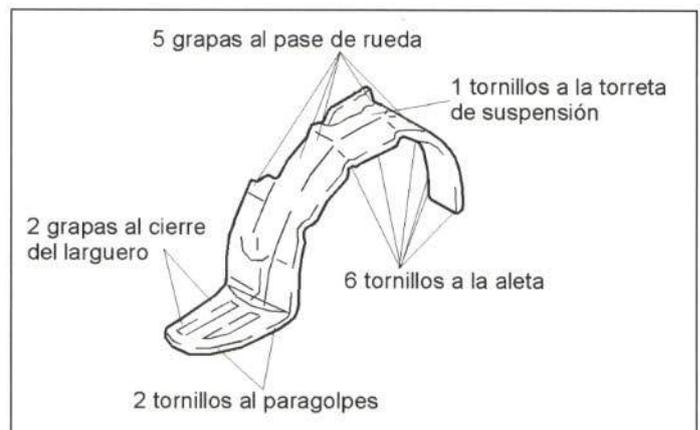

Figura 17.- Unión del guardabarros delantero
En la figura 17 se muestra la unión de este elemento con el resto de la carrocería.
- Guardabarros (figura 17).
- Guardabarros (ambos) (figura 17).